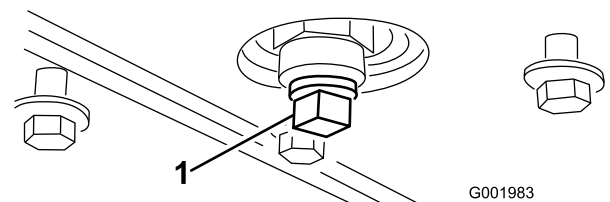

Figura 51
- Retire el tapón de vaciado (Figura 51).